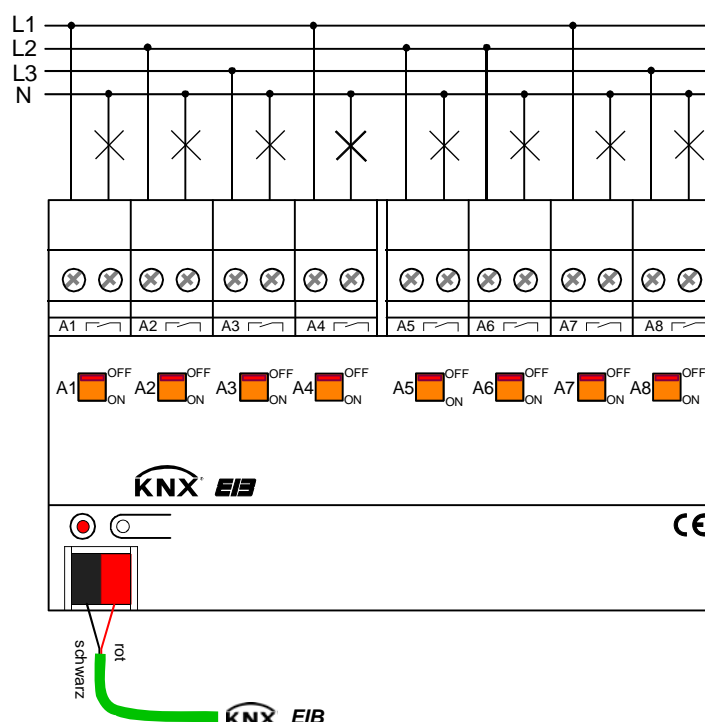

Bild 1: Elektrischer Anschluss
- Den Anschluss der Lasten und der Busleitung gemäß Bild 1 (Anschlussbeispiel) vornehmen.